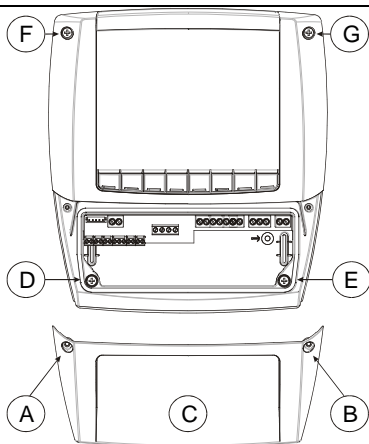

FIG. 1
1. Desurubati cele 4 suruburi frontale (Fig. 1, A, B, F, G) și scoateți carcasa (Fig. 1, C).
2. Desurubati cele două suruburi (Fig. 1, D, E) care țin conectate partea frontală și cea de jos ale carcasei aparatului și separați-le în 2 părți.
7. Montați partea frontală utilizând cele 4 șuruburi Fig. 1, D, E, F, G. (nu apăsați prea tare pentru a nu deforma cutia).
2. Desurubați cele 4 șuruburi frontale (Fig. 1, A, B, F, G) și scoateți carcasa (Fig. 1, C).
3. Desurubați cele două șuruburi (Fig. 1, D, E) care tin conectate partea frontală și cea de jos ale carcasei aparatului și separați-le în 2 părți.
8. Alăturați partile din față și din spate cu tabloul la mijloc și fixați șuruburile (dimensiuni 4x35 mm), în gaurile din Fig. 1, A, B, D, E. grosimea maximă a tabloului: 6mm.